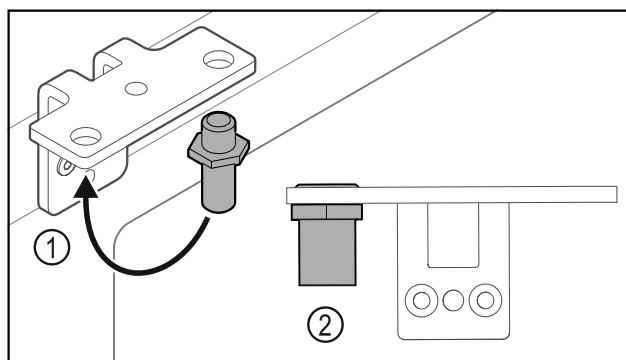

Fig. 36
- ▶ Sworznie Fig. 36 (1) przełożyć do zawiasu.
- ▶ Sworznie Fig. 36 (2) dokręcić z **momentem obrotowym 12 Nm**.